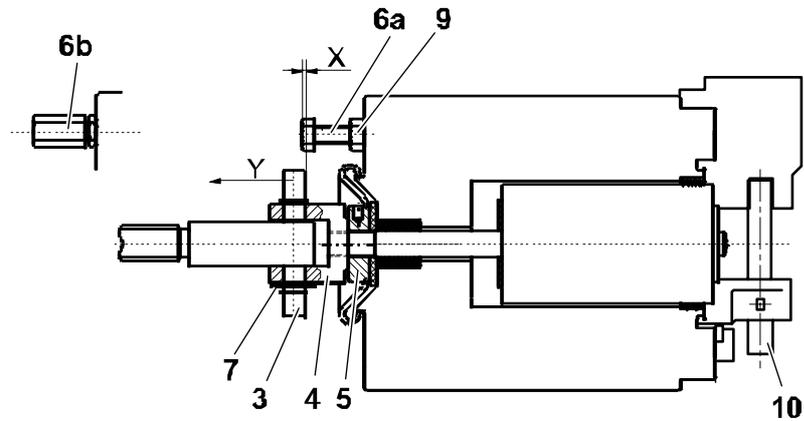

图10b 冲程指示器[36894; 19.10.2010]
- 当用手移动并转动可动铁芯 (4) 时，若发现有不正常的机械阻碍，则检查并更换单可动铁芯电磁线圈。
对于盘式冲程指示器，稍微转离销轴以避免损坏指示器盘。按表17中的参考值，必定有重叠部分 (X)，作为紧急过冲程余量，参照图10b。